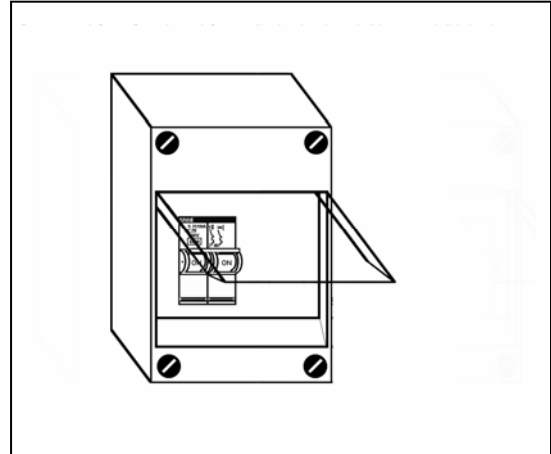

Abb. 09
- Einschalter ("EIN" ("ON") - Stellung). Dieser Schalter befindet sich üblicherweise im Bedienkasten oder in unmittelbarer Nähe zum Ofen (s. Abb. 09).